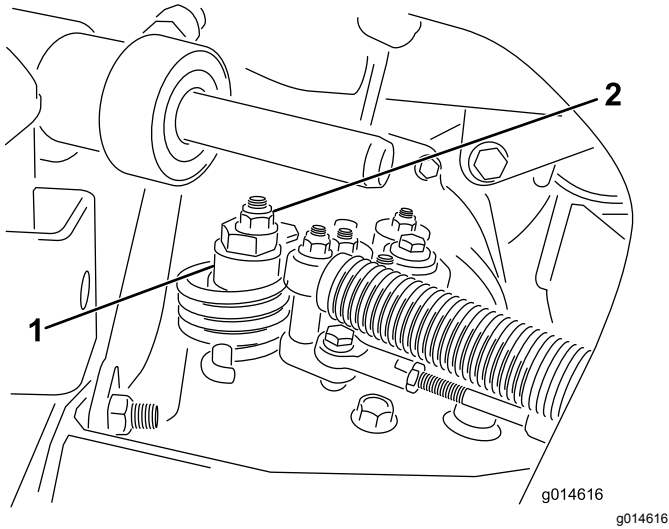

Figura 41
A. Liberte a porca que fixa o disco excêntrico ao cima do hidróstato (Figura 41).
C. Rode o disco excêntrico até eliminar a deslocação em qualquer um dos sentidos. Quando a roda deixar de rodar, aperte a porca, bloqueando deste modo o disco excêntrico e fixando a posição de ajuste (Figura 41). Verifique se o ajuste é o adequado colocando o acelerador nas posições LENTO e RÁPIDO.